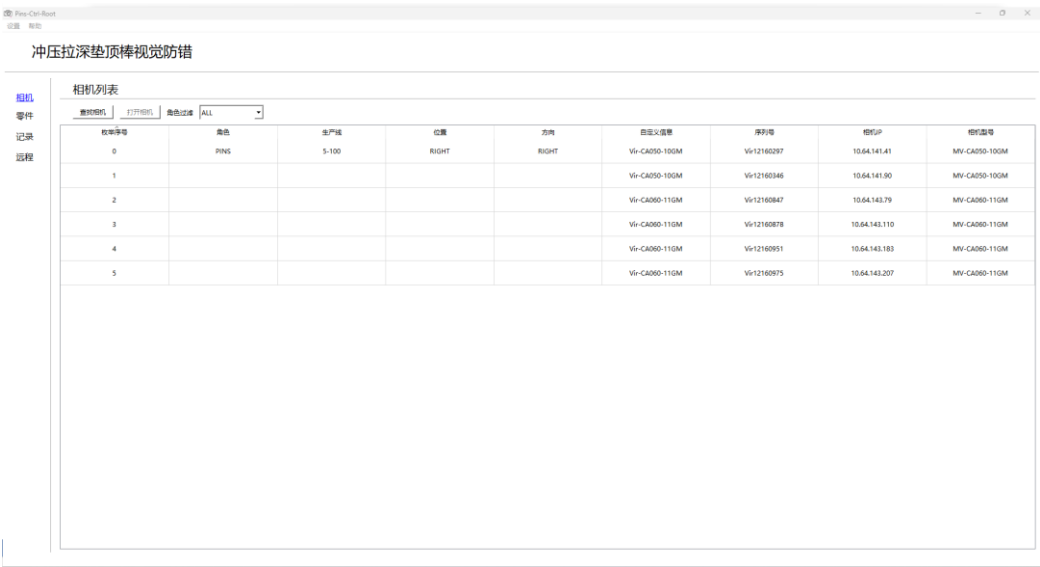

图 2.2.1 相机枚举列表
点击侧边菜单栏“相机”按键进入相机枚举功能列表，如图 2.2.1 所示。在该功能区中，可以进行 HIKRobot 工业相机的查找、筛选以及打开。
- a) 点击“查找相机”按键可枚举所有连接到主机的 GIGE 协议 HIKRobot 工业相机，并显示在表格中，如图 2.2.1 所示。表格中显示相机相关详细信息，包括：角色（相机角色关键字需要用户自定义，表示相机用途，本项目的默认关键字为“PINS”）、生产线（生产线关键字需要用户自定义，表示相机所在的冲压生产线代号）、位置（位置关键字需要用户自定义，表示相机相对冲压线的安装位置）、方向（方向关键字需要用户自定义，表示相机相对模具移动平台的安装位置）、